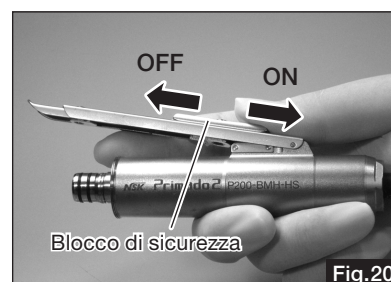

Fig.20
- 3) Tenere premuto l'interruttore manuale e far scorrere il blocco di sicurezza in posizione ON (Fig. 20).